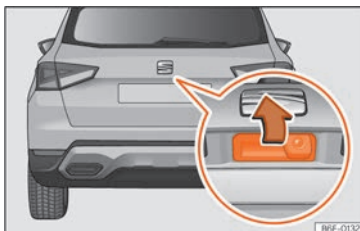

Abb. 57 Heckklappe: Öffnen von außen
- **Öffnen:** Drücken Sie leicht den Haltegriff. Sie öffnet sich selbsttätig (**Abb. 57**).